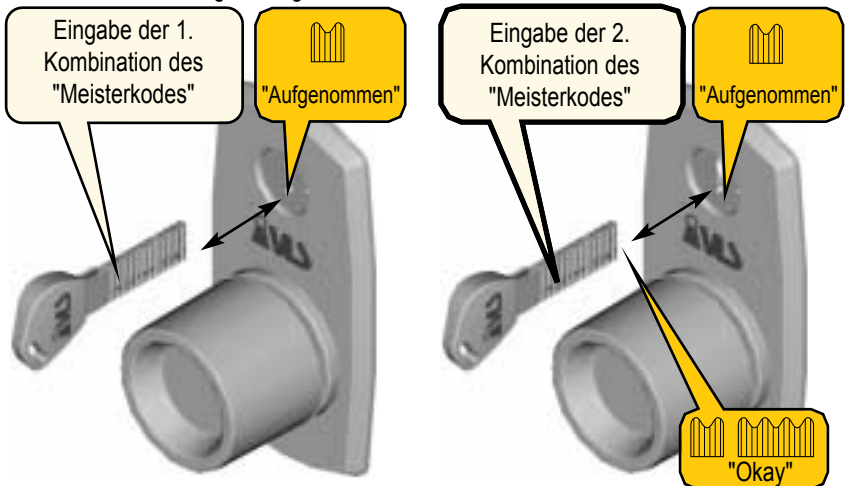

Abbildung 24 - Eintritt in den Betrieb für Programmieren - Eingabe des "Meistercodes"
1. Geben Sie Ihren "Meistercode" (Abb. 24) zum Eintritt in den Betrieb für Programmieren ein. Dazu:
1. Geben Sie Ihren "Meisterkode" zum Eintritt in den Betrieb für Programmieren ein (Abb. 24). Dazu:
1. Geben Sie Ihren "Meistercode" zum Eintritt in den Betrieb für Programmieren ein (Abb. 24). Dazu: